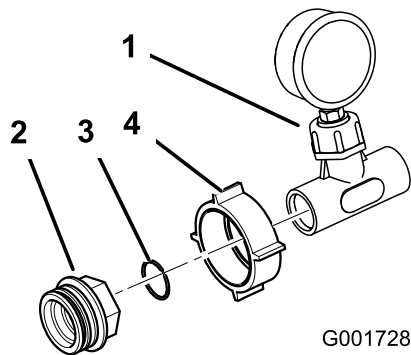

Figura 13
12. Installate il dado di plastica grande sul gruppo dell'indicatore di pressione e raccordo a T. Installate un O-ring di plastica e un riduttore al gruppo come mostrato in Figura 13.